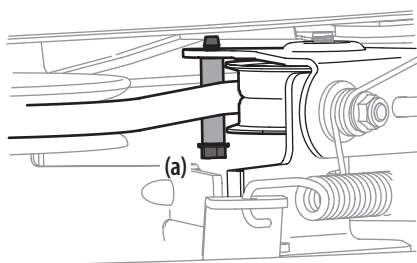

Figura 34
- Extraiga el guardacorrea (plataformas de 30" solamente) extrayendo el perno hexagonal (a) que la sujeta. Consulte la Figura 34.